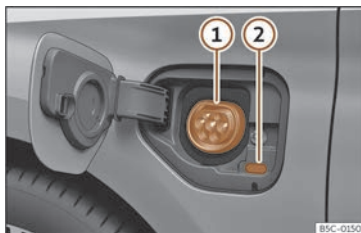

Fig. 205 Darrere de la tapa de càrrega de la bateria a la part davantera esquerra: Presa de càrrega
»» **fig. 205**
- Amb el vehicle desbloquejat, la tapa de càrrega de la bateria s'obre en pressionar-la »» fig. 205.